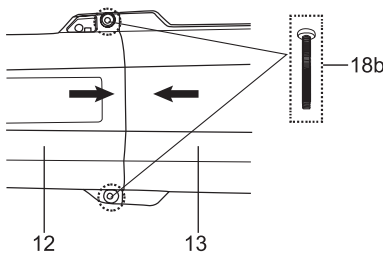

Fig. 1
1. Alinhe o tubo inferior (12) com o tubo superior (13) e insira-o completamente até ao batente. Fixe a conexão com o parafuso (18b). (Fig. 1)